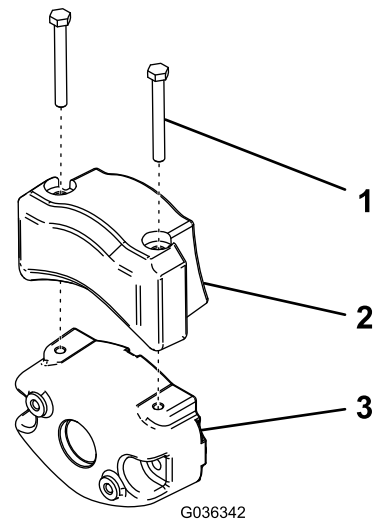

图 54
2. 如 图 54 所示用 2 个平头螺丝将电气配重块固定到现有配重块上。